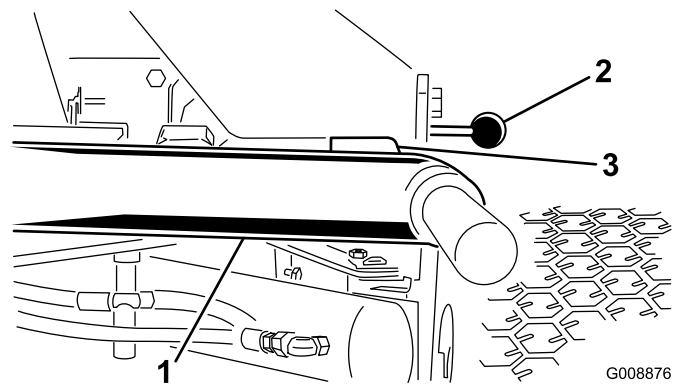

图25
- 启动发动机，升起提升臂，检查并确保各个提升臂与底板支架之间的间隙介于 5~8mm 之间（图25）。